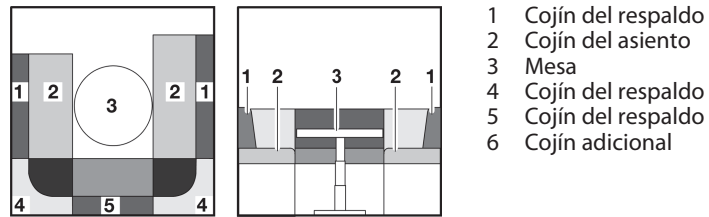

Fig. 66 Antes de la transformación
- Transformar la mesa (Fig. 66,3) en base de cama (véase apartado 7.8).